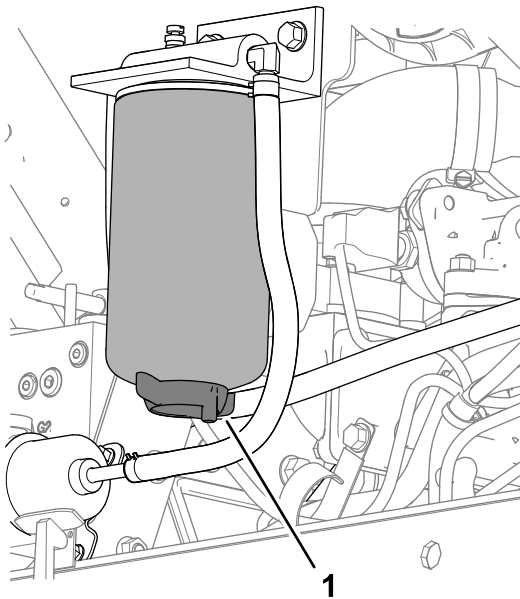

Figura 128
3. Coloque un recipiente debajo del filtro del separador de agua y combustible (Figura 128).